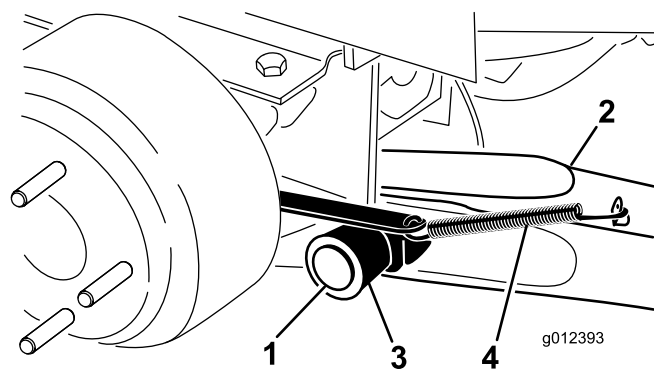

Figure 3
6. Montez un bras de relevage sur le support de pivot avec un axe de pivot et une goupille fendue (Figure 3). Installez le bras de relevage avec le coude placé vers l'extérieur.
7. Accrochez le ressort de rappel de frein à la patte du bras de levage (Figure 3).